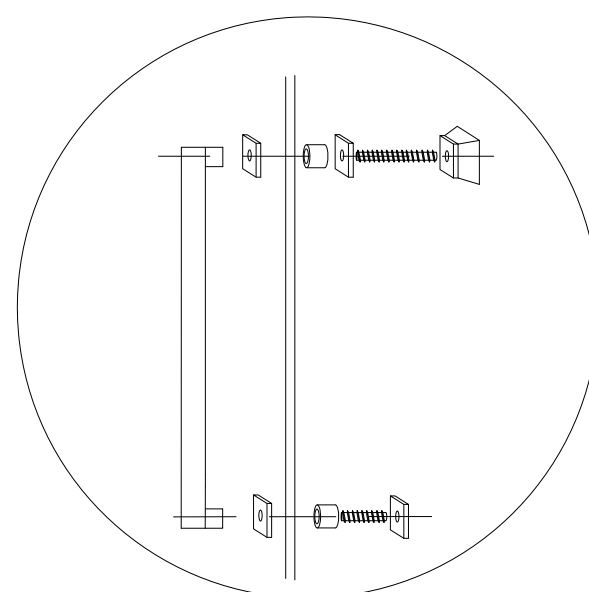

Fig.30
30. Installez la poignée de porte (16) à l'aide de la quincaillerie fournie. Voir la figure 30.